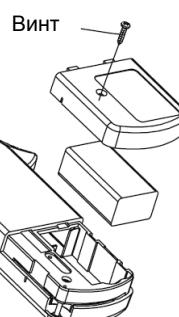

Рисунок 10
- Если при положении мультиметра лицевой стороной вверх, задней стороной вниз (см. рис. 10) показание прибора имеет положительный знак, значит, ток через проводник течет снизу вверх. Держите прибор крепко, и не выпускайте его из рук. Элементы Холла очень чувствительны не только к магнитному полю, но и к нагреванию, и механическому воздействию. Любой удар или толчок на короткое время приведет к искажению показаний. Для повышения точности измерений следуйте порядку действий, изложенному ниже:
B. Замена батареи (см. рисунок 10)**⚠ Предупреждение**